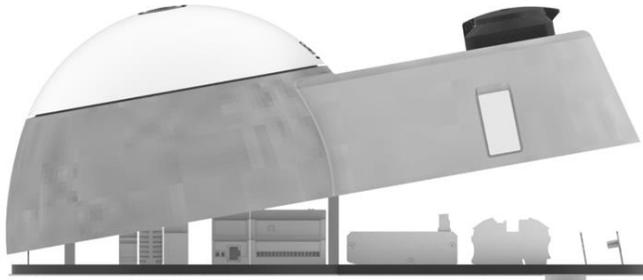

Abbildung 7: Abnahme des Gehäuseoberteil
- Nach dem Sie die Schrauben gelöst haben, können Sie durch eine nach hinten gekippten Aufwärtsbewegung das Gehäuseoberteil vom Unterteil abnehmen, siehe Abbildung 7.
- Bohren Sie nun die Löcher zur Aufhängung der Wallbox. Die Bemaßungen und Positionierung der Löcher können Sie der Abbildung 7 und Abbildung 8 entnehmen.